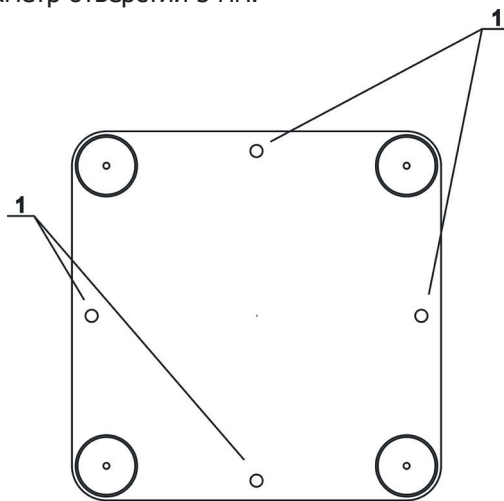

**Рисунок 2 Внешняя панель Comfort AIR+**
- Шестигранным ключом 4мм открутить винты (рис.2, поз.1)
Собрать внешнюю панель в обратной последовательности (рис.9, поз.1; рис.8, поз.1; рис.3, поз.2 и рис.2, поз.1).